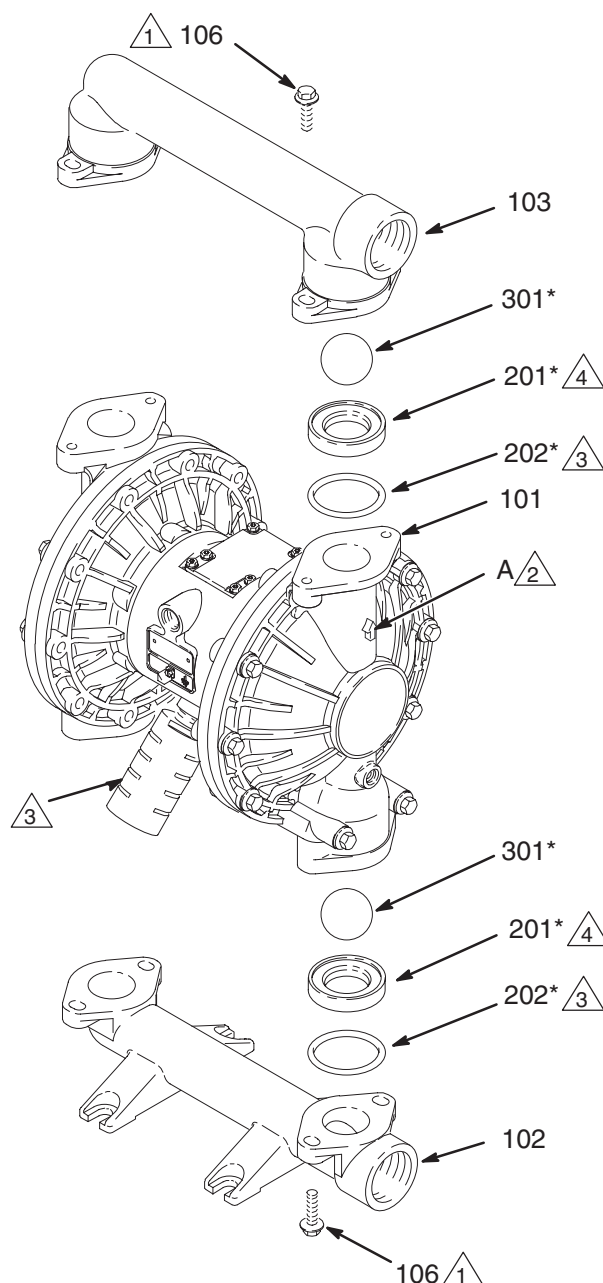

Fig. 10
3. À l'aide d'une clé à douille de 13 mm, retirer les quatre boulons (106) maintenant le collecteur de sortie (103) aux capots du circuit produit (101). Voir fig. 10.
4. Retirer les joints toriques (202, *non utilisés sur certains modèles*), les sièges (201), et les billes (301) du collecteur.
5. Retourner la pompe et retirer le collecteur d'entrée (102). Retirer les joints toriques (202, *non utilisés sur certains modèles*), les sièges (201), et les billes (301) des capots du circuit (101).
2. Remonter en procédant dans l'ordre inverse, en suivant les remarques de la fig. 10. S'assurer que les billes sont remontées **exactement** comme indiqué. Les flèches (A) sur les carters produit (101) **doivent** être tournées vers le collecteur de sortie (103).
- 2 La flèche (A) doit être tournée vers le collecteur de sortie (103).
- 4 La surface biseautée du siège doit être face à la bille (301).